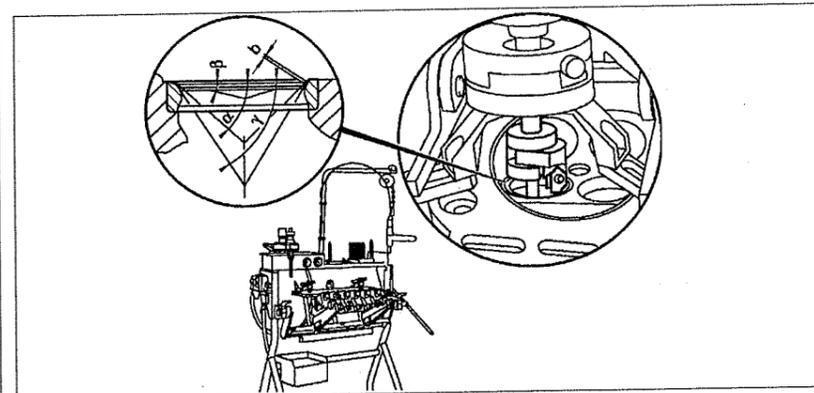

Рис. 2.49. Углы седла клапана.
2. Притрите седла клапанов. Измерьте ширину седла клапанов, если необходимо откорректируйте ее (углы α и β) (см.рис.2.49).